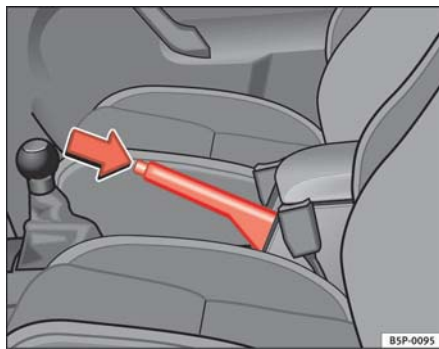

Fig. 129 Freno de mano entre los asientos delanteros
- Tire con fuerza de la palanca del freno de mano hacia arriba ⇒ **fig. 129**.
- Tire ligeramente de la palanca hacia arriba, presione el botón de desbloqueo en la dirección de la flecha ⇒ **fig. 129** y baje completamente la palanca. ⇒ ⚠.